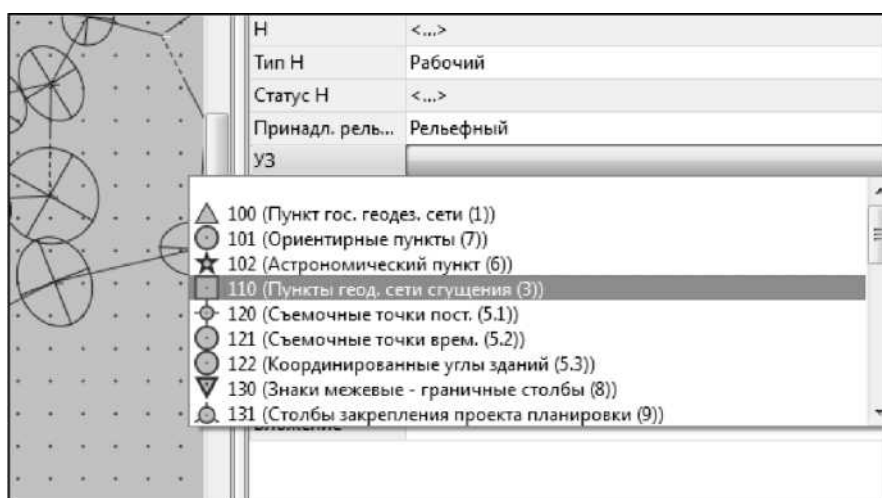

Рис. 11.1
1. Активизируйте вкладку Пункты ПВО, выделите строки, соответствующие пунктам 995, пп1014, пп1173, пп1357, используя клавишу [Ctrl]. Нажмите правую клавишу мыши и откройте окно Свойства. В окне Свойства в строке УЗ выберите условный знак отображения пунктов с кодом 110 «Пункты геодезической сети сгущения» (рис. 11.1).